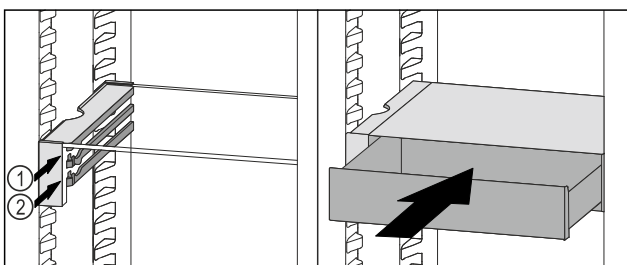

Fig. 38
- ▶ VarioSafe-lade achter de stoppers op de gewenste rib Fig. 38 (1) of Fig. 38 (2) plaatsen.